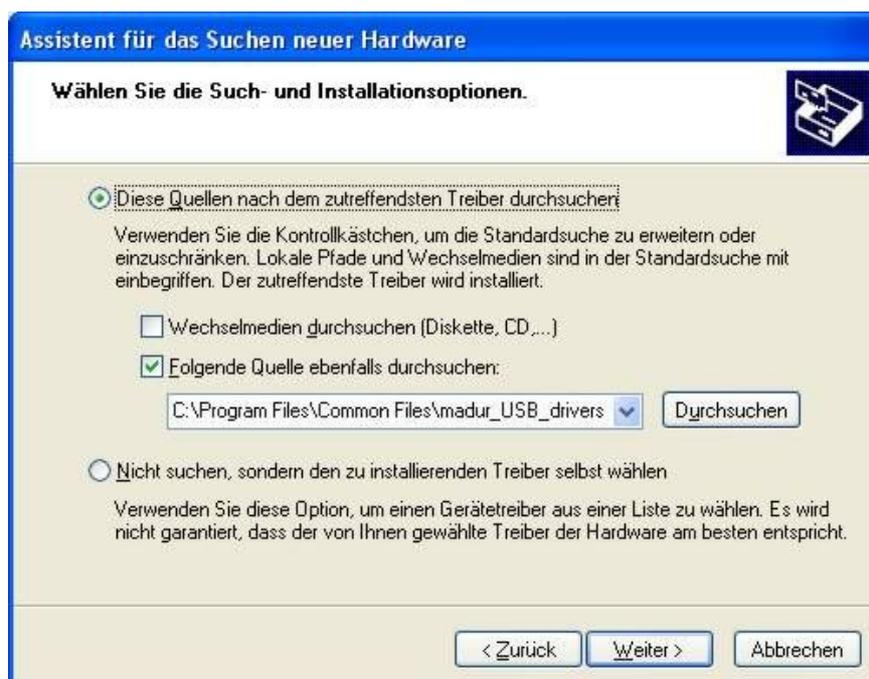

Bild 24. Ortsauswahl der Treiber.
5. Im neuen Fenster klicken Sie „Durchsuchen“ (Abb. 24), es erscheint eine Liste von Verzeichnissen.